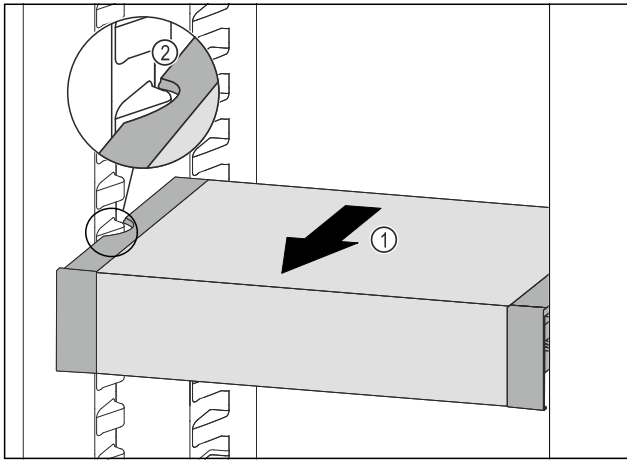

Fig. 160
- ▶ Вытягивайте VarioSafe вперед Fig. 160 (1), пока боковые выемки VarioSafe не окажутся на высоте выступа резервуара в холодильном отделении. Fig. 160 (2)